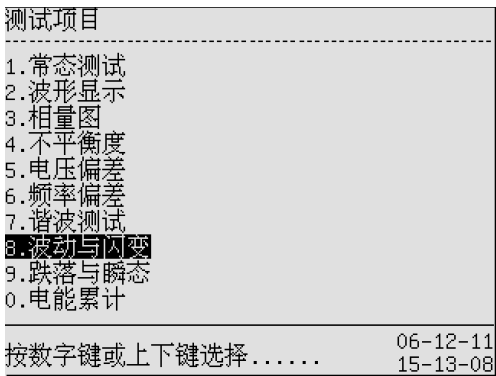

图 12-1 测试项目主菜单
- 1. 在任何状态下按“主菜单”按键, 仪表进入测试项目主菜单界面 (见图 12-1)。